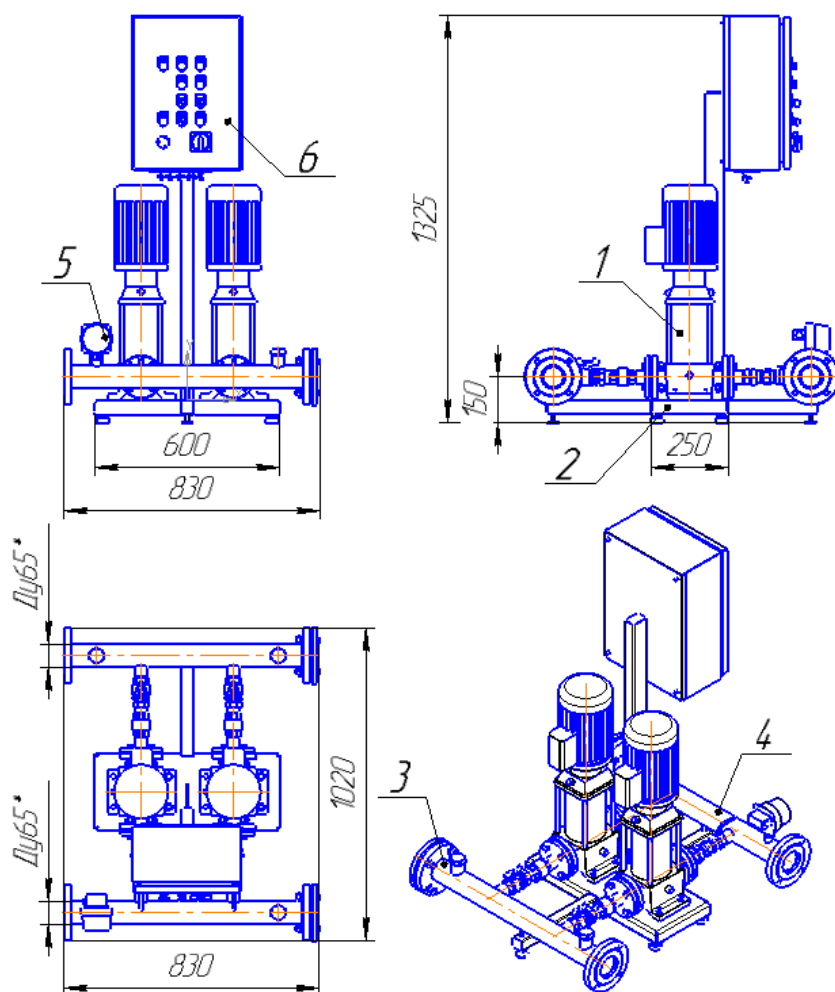

Рис. 1 Внешний вид станции.
3.1 В состав станции (см. рис. 1) входят два основных перекачивающих насоса LVR 5-8 (поз. 1), установленных на основании (поз. 2). Подача перекачиваемой жидкости осуществляется через всасывающий коллектор (поз. 3). Перекачиваемая жидкость через всасывающий коллектор распределяется по насосам и далее, через нагнетательный коллектор (поз. 4) поступает в сеть подачи жидкости потребителям. Контроль давления перекачиваемой жидкости осуществляется с помощью манометра сигнализирующего (поз.5), установленного на нагнетательном коллекторе, который обеспечивает работу схемы управления, смонтированной в корпусе пульты управления (поз.6).